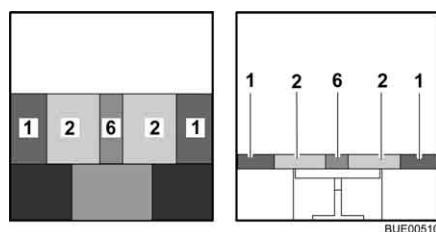

Fig. 74 Dopo la trasformazione
- Posizionare il cuscino aggiuntivo (Fig. 74,6) tra i cuscini del divano.